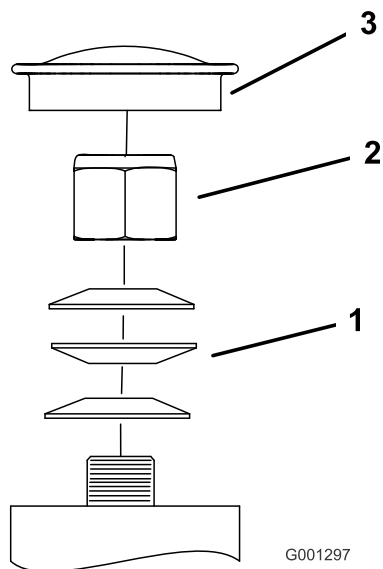

Figure 63
3. Retirez le capuchon antipoussière de la roue pivotante et serrez le contre-écrou (Figure 63).
4. Continuez de serrer le contre-écrou jusqu'à ce que les rondelles élastiques soient aplaties, puis desserrez-le de 1/4 de tour pour obtenir la précharge correcte des roulements (Figure 63).
Important: Veillez à placer les rondelles élastiques comme illustré à la Figure 63.
- Remettez le capuchon antipoussière en place (Figure 63).